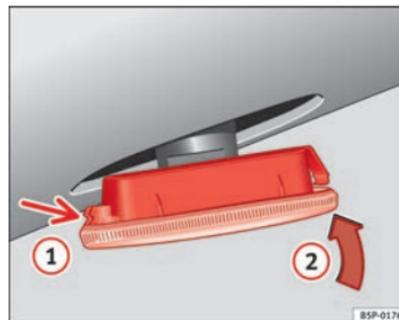

Fig. 169 Clignotants latéraux ▶
- Placez d'abord le clignotant dans l'orifice de la carrosserie, en emboîtant les agrafes ① ⇒ fig. 169, puis emboîtez l'ampoule comme indiqué par la flèche ② ⇒ fig. 169. ■